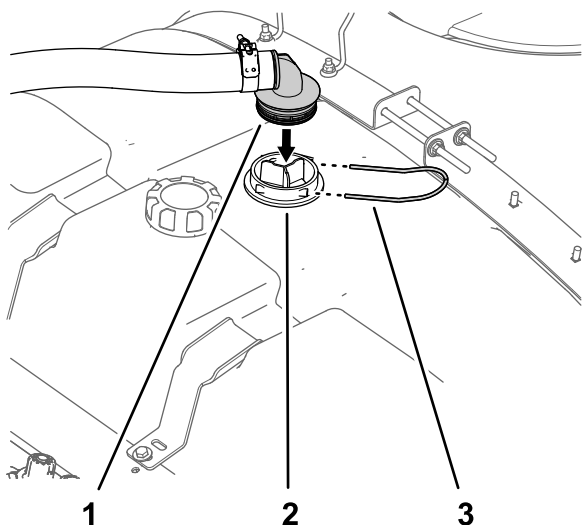

Figura 18
1. Alinee el acoplamiento dentado de 90° de la manguera de alimentación con el alojamiento del filtro de aspiración (Figura 18).
2. Sujete el acoplamiento dentado de 90° al alojamiento (Figura 18) con la horquilla de retención que retiró en el paso 1 de Retirada del depósito de enjuague (página 6).